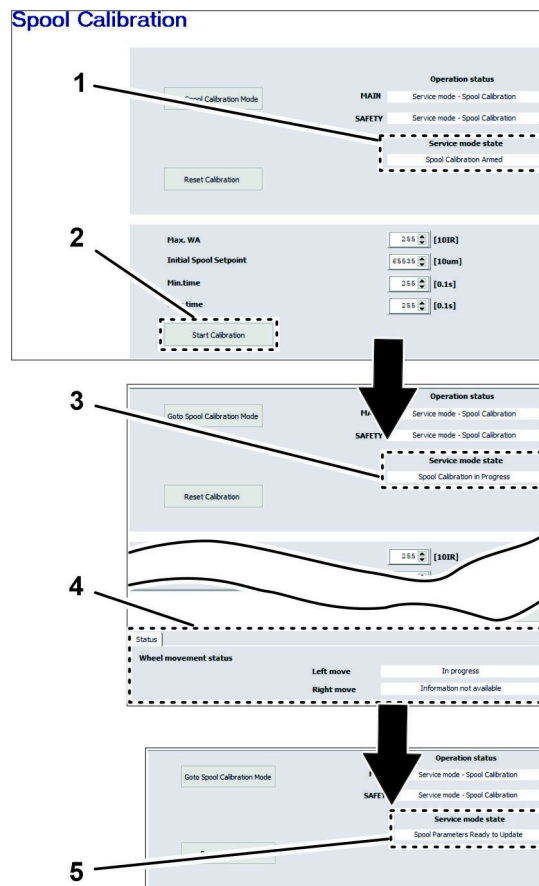

Figure 155
3. Cliquez sur l'icône START CALIBRATION (lancer étalonnage) (Figure 155).